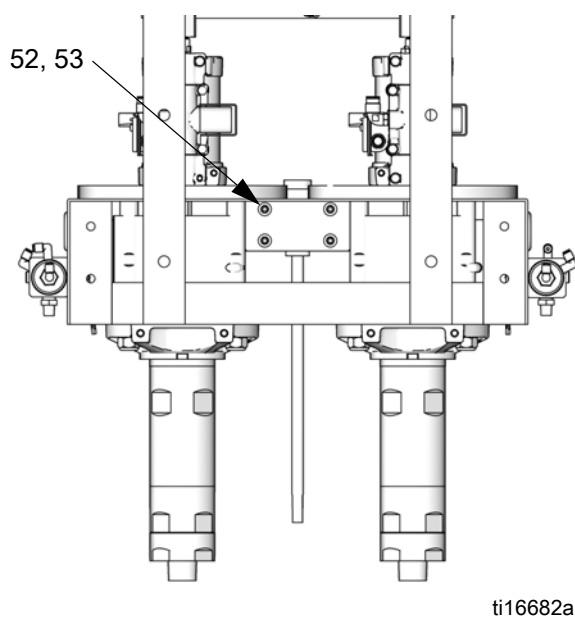

Рис. 25. Конфигурация с насосами: демонтаж коллектора
2. См. Рис. 25, стр. 36. Отсоедините линии для жидкости.
3. Придерживая смесительный коллектор (13), открутите и снимите четыре винта (52) и шайбы (53), с помощью которых он крепится к лотку для жидкости (101, конфигурации с расходомерами) или к раме насоса (конфигурации с насосами). Снимите коллектор.